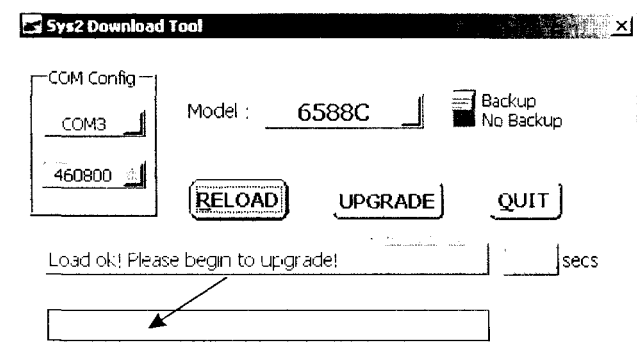

Рис. 2.16. Диалоговое окно программирования Flash-памяти телефона
1. Вызывают диалоговое окно обновления ПО телефона (рис. 2.16), для чего в основном диалоговом окне DBTel Service Center Utility For Sysol2 нажимают кнопку «SW Upgrade (F2)», либо клавишу F2.
9. После появления сообщения «Start Upgrade! Turning On Mobile,» для очистки Flash-памяти и загрузки ПО, временно нажимают клавишу включения телефона. Ход процесса программирования телефона показывается индикатором в нижней части диалогового окна (показано стрелкой на рис. 2.16).